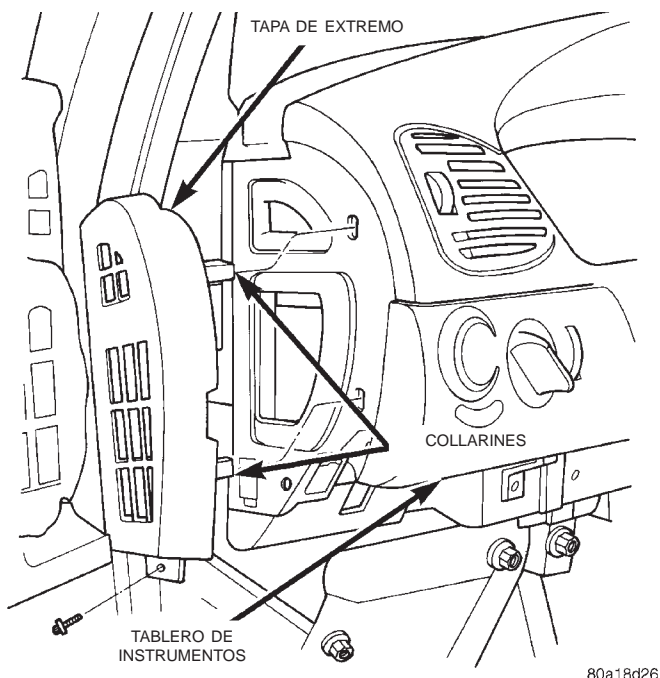

Fig. 34 Tapa de extremo izquierdo del tablero de instrumentos
- (1) Abra la puerta delantera del lado del conductor.
- (2) Retire la cubierta inferior de la columna de dirección. Consulte el procedimiento en Desmontaje e instalación de la cubierta de la columna de dirección inferior, en esta sección.
- (3) Retire el tornillo inferior de fijación a la cubierta del extremo.
- (4) Desacople los collarines que fijan la tapa de extremo en el tablero de instrumentos (Fig. 34).
- (5) Retire la tapa de extremo del tablero de instrumentos y la almohadilla de espuma que cubre la proyección de la entrada del A/A de la cubierta del extremo, si está equipada.